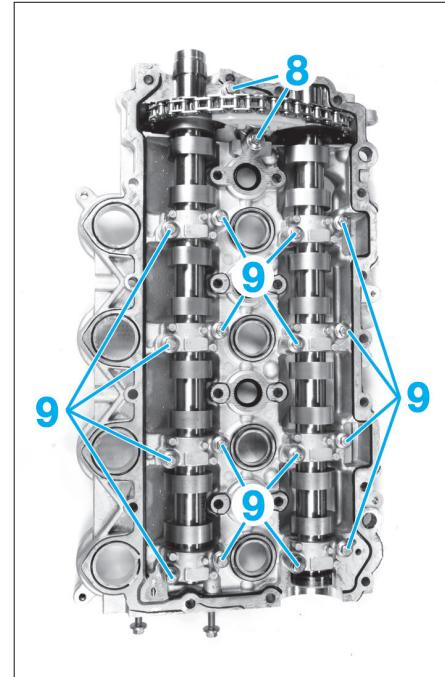

Fig. 77
- les vis de fixation (8) (Fig.77) du tendeur de chaîne,
- les vis de fixation des paliers d'arbres à cames (9),